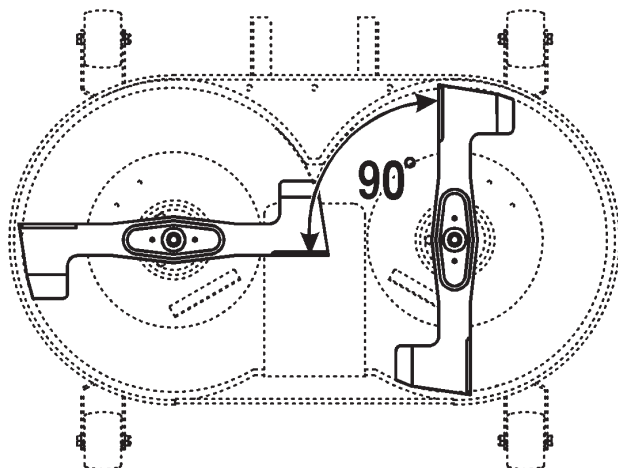

Figure 35
2. Placez les lames perpendiculairement l'une par rapport à l'autre (Fig. 35).